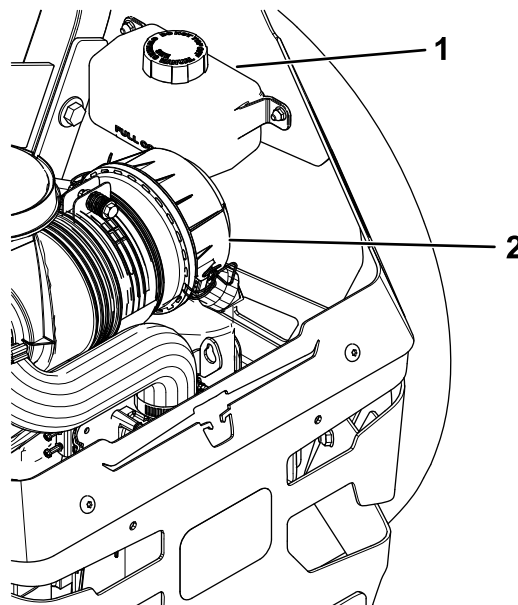

Figura 72
2. Verificați rezervorul de expansiune și, dacă este necesar, adăugați ulei hidraulic Toro® HYPR-OIL™ 500 până la linia COMPLET RECE (Figura 72).